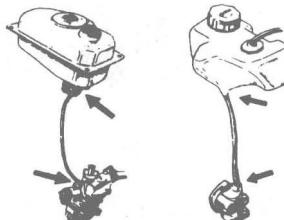

图 1-13
⑤ 检查机油箱、燃油箱有无泄漏,如发现油量不足时应先查漏再补足(如图 1-13 所示)。